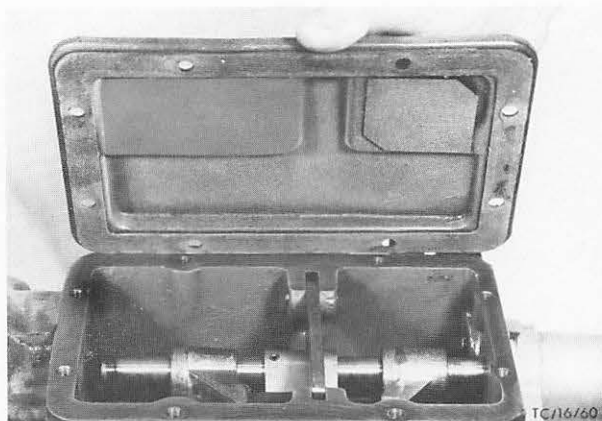

Abb. 68 Deckel-Getriebegehäuse anbauen
58. Deckel-Getriebegehäuse anbauen. Abb. 68.